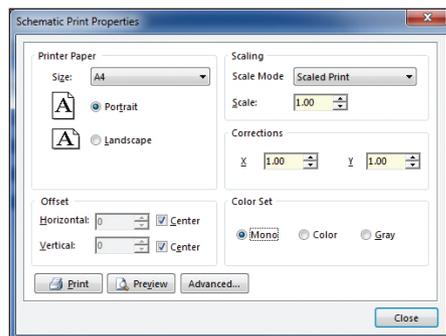

Рис. 21. Настройка листа задания
3. Теперь выполним настройку листов задания. Для этого снова щелкнем правой клавишей мыши на строке задания, но теперь в выпадающем меню выберем пункт *Page Setup...* Откроется окно *Schematic Print Properties* (рис. 21). Сверху слева в области *Printer Paper* в выпадающем меню выберем A4, а в расположенном ниже переключателе выберем положение *Portrait*. Справа в области